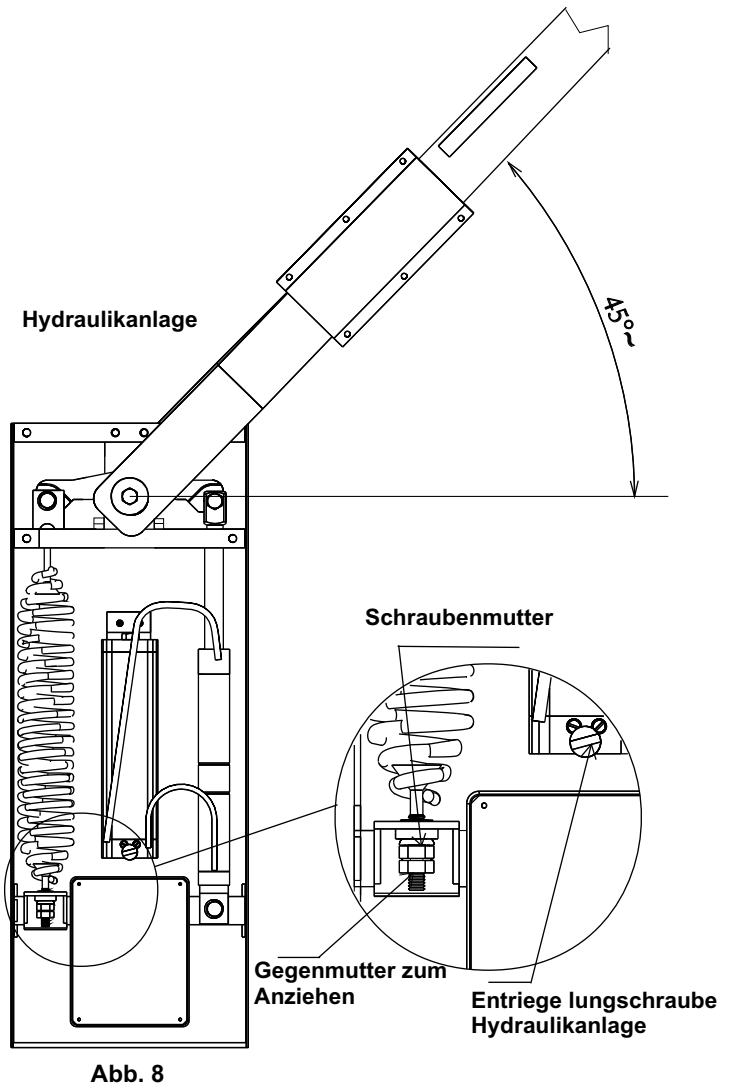

Abb. 8
- Die Zugfeder-Regelmutter so einstellen, dass die Zugfeder sich im Gleichgewicht mit dem Schlagbaum, Neigung von 45° (Abb. 8), verhält. Sobald der Schlagbaum auf der in Abb. 8 aufgeführten Stellung stillsteht, sind die richtigen Voraussetzungen für eine ideale Abstimmung gegeben.